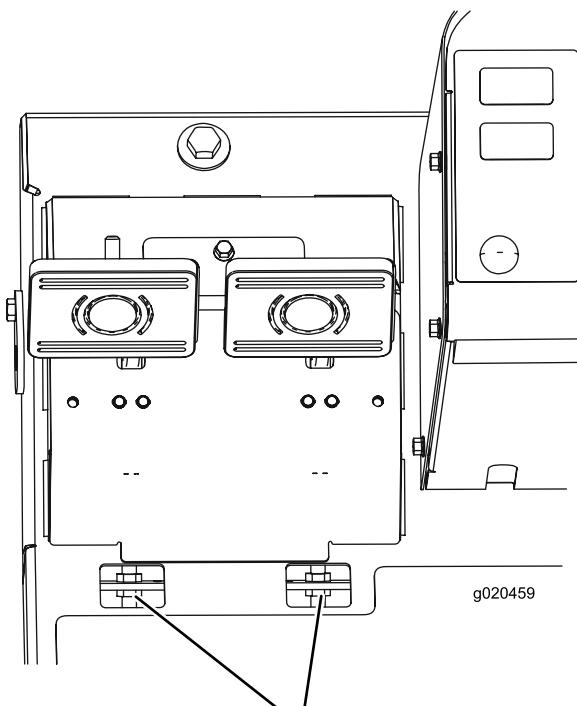

Figura 67
- B. Desaperte a porca dianteira na extremidade rosada do cabo do travão (Figura 67).